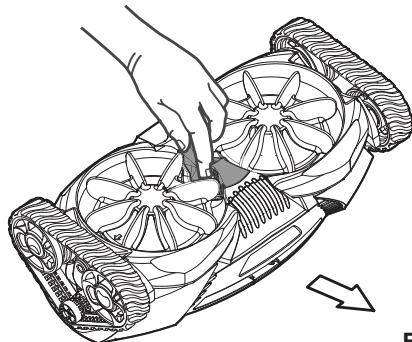

Figura 10
1. Sujete el adaptador de entrada amarillo e inserte un dedo en el orificio del adaptador (figura 10).